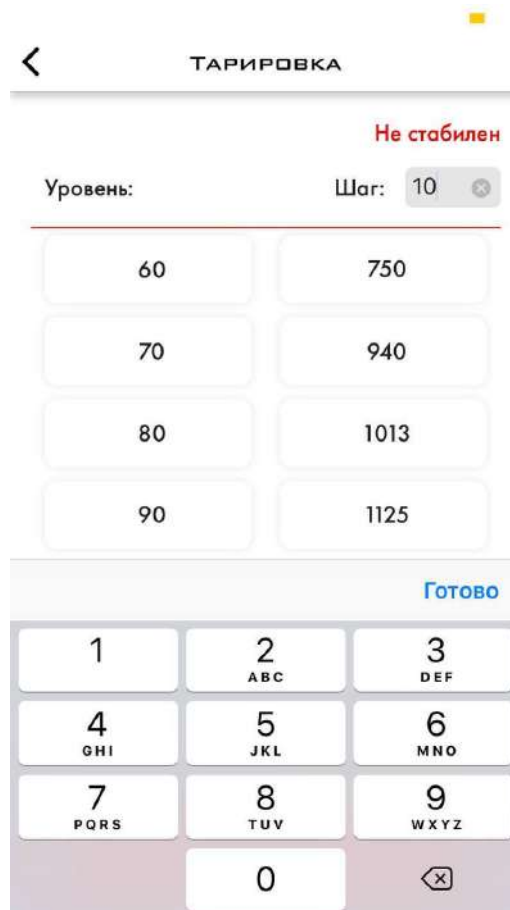
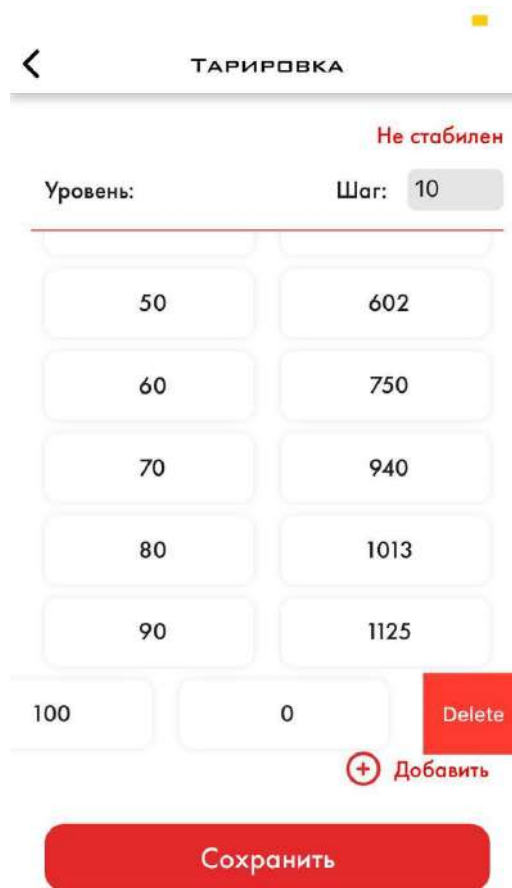

Рис. 52 Изменение порции и добавление шагов тарировки
Рис. 53 Удаление ячеек
2.7.5 Вы можете изменить таблицу, нажав на любую ячейку (Рис. 51). Также вы можете задать Порцию (в литрах/галлонах), а затем добавить в таблицу новые строки (Рис. 52). Чтобы удалить любую строку, нажмите и удерживайте ее, затем проведите пальцем влево и нажмите **Удалить** (Рис. 53).
2.7.6 Чтобы войти в таблицу вручную, выберите соответствующую опцию на экране, показанном на Рисунке 48, затем установите порцию (Рис. 52), добавьте столько порций, сколько вам нужно, и отредактируйте значения уровня в соответствии с таблицей, которая у вас есть и загрузить ее в память Индикатора (Рис. 51). Вы можете удалить любую строку, нажав и удерживая ее и проведя пальцем влево, а затем нажав **Удалить**. Обязательно нажмите **«Сохранить»**, чтобы сохранить таблицу и/или любые внесенные в нее изменения.